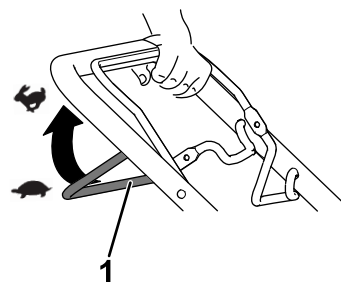

Figura 14
- Para activar la transmisión autopropulsada, tire de la barra de transmisión autopropulsada hasta el manillar y manténgala allí (Figura 14).